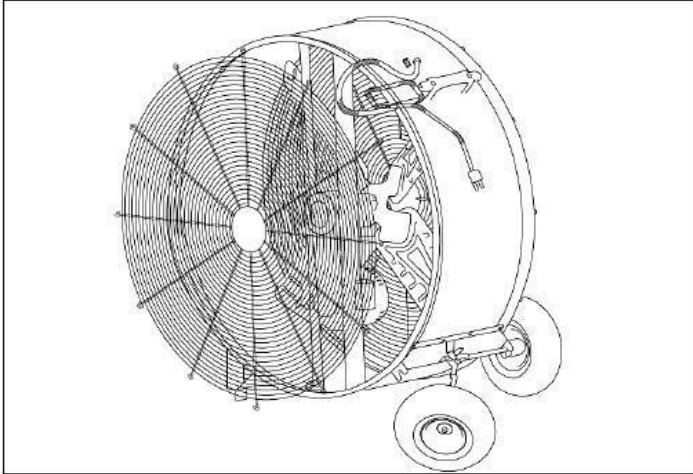

Figure 2: Removing Guard
1. Entfernen Sie die Schrauben am Heckschutzbügel und am Kipprad (Abbildung 2).